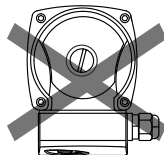

рис.8
- До монтажа насоса в систему необходимо удостовериться, что положение клеммной коробки после его установки будет правильным. Правильное расположение - коробка вверх, справа или слева. См. рис. 8(а, б, в) .
Возможна ситуация, когда при расположении насоса в соответствии с направлением движения теплоносителя в системе отопления, положение коробки окажется неправильным, рис.8(г). В такой ситуации необходимо развернуть статор насоса вместе с клеммной коробкой, чтобы она оказалась в правильном положении.